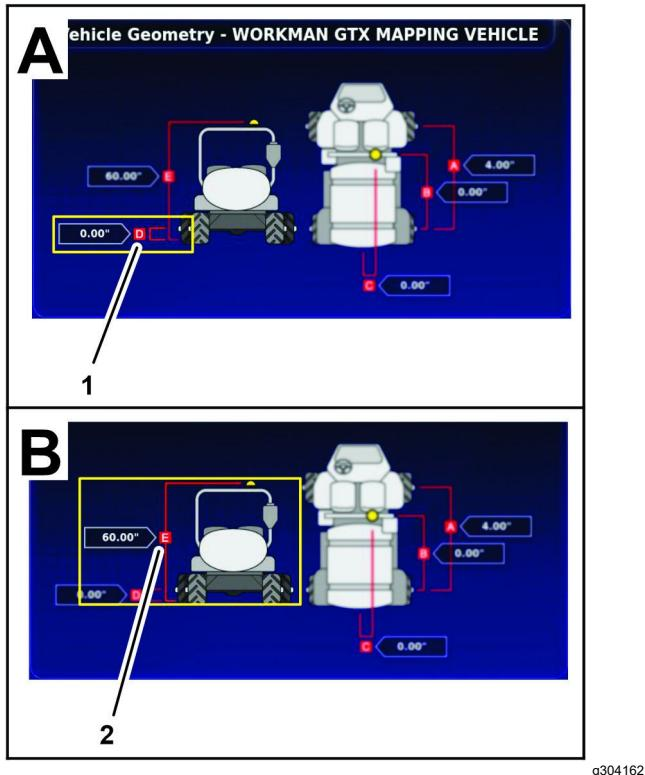

Figura 183
4. Misurate la distanza tra la linea centrale degli assali posteriori e il terreno (Figura 183)
| 5. Misurate la distanza tra la parte superiore del ricevitore satellitare e il terreno (Figura 183) e registrate la misurazione nel modulo di geometria. | |